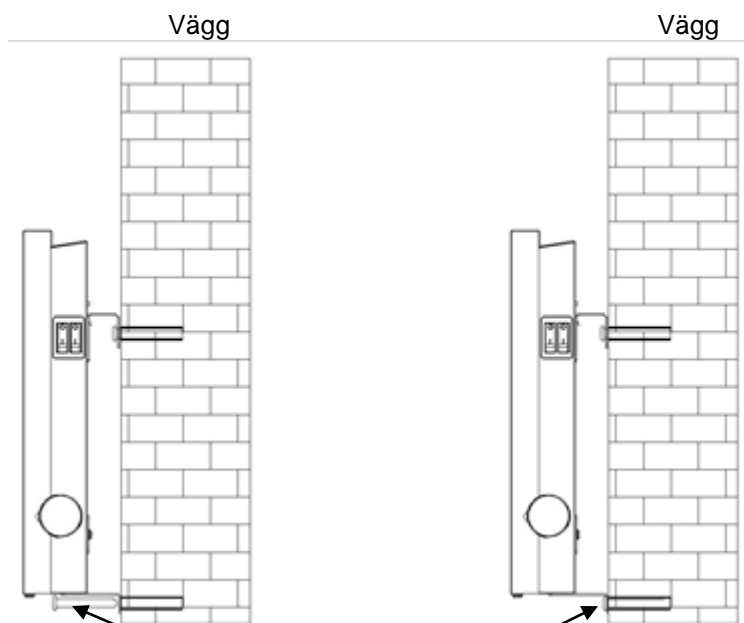

Fig. 7
7) Häng upp värmeelementet på väggen genom att häkta i krokarna i de två hålen. Skruva sedan åt de två avståndsbričkorna mot väggen med två skruvar. Fig.7